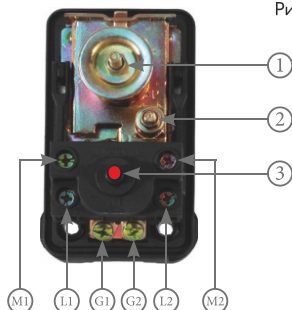

Рис. 2
3. Нажмите и удерживайте кнопку начального запуска (рис. 2, пункт 3). Это нужно для того чтобы удалить из системы водоснабжения весь воздух.